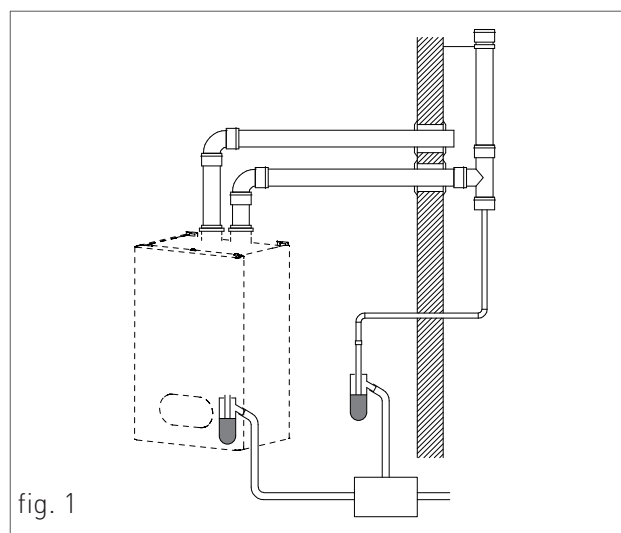

fig. 1
- › Nel caso di installazione di condotto fumi verticale, inserire un sifone raccogli condensa alla base del condotto collegato alla rete fognaria dell'abitazione (fig. 1).